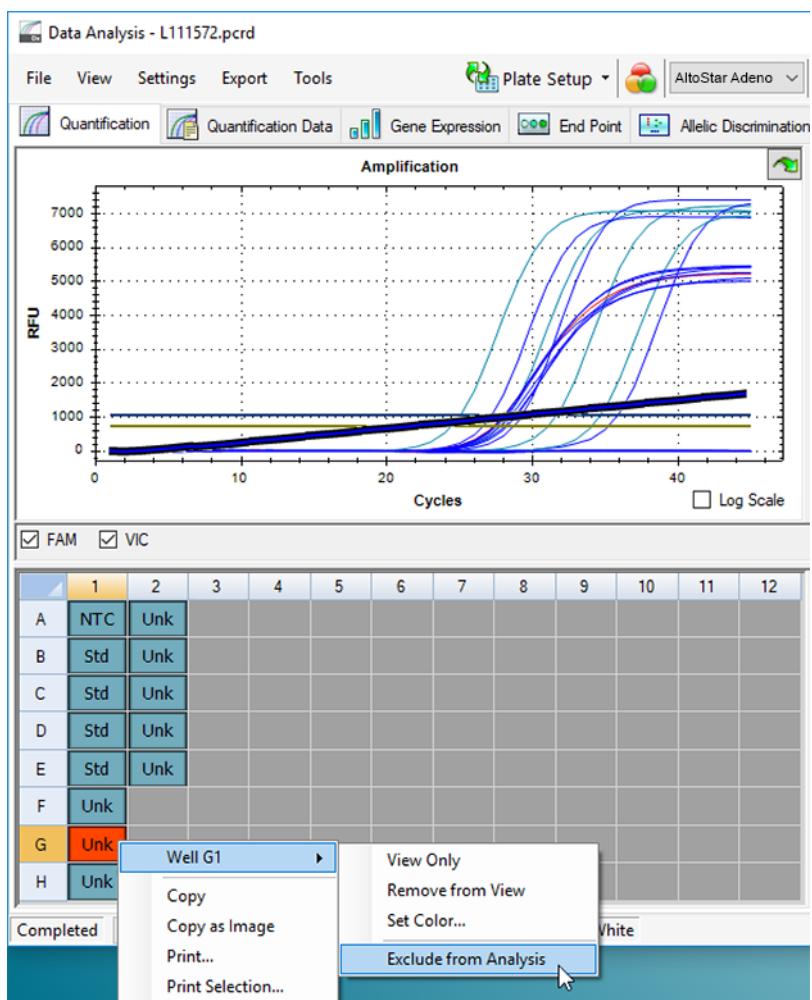

Figura 7: Finestra Data Analysis (Analisi dei dati): esclusione del pozzetto dall'analisi
- Fare clic su ogni pozzetto interessato con il pulsante destro del mouse e selezionare **Well...** (Pozzetto...) → **Exclude from Analysis** (Escludi dall'analisi) (vedere figura 7).